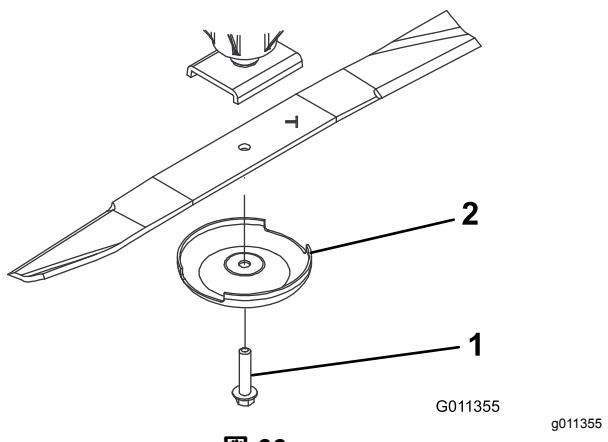

図 66
- スピンドルのシャフトからブレードボルト、芝削り防止カップ、ブレードを取り外す図 66。